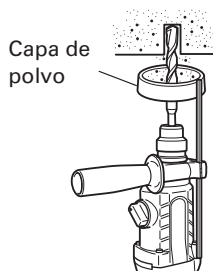
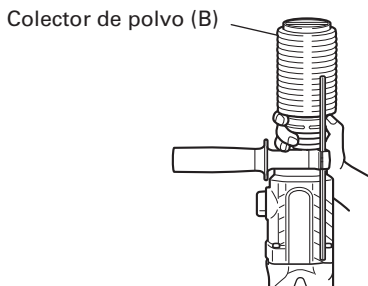

Fig. 4
Fig. 5
7. Cuando instale la copa de polvo o el colector de polvo (B) (Accesorios facultativos) (Fig. 4, Fig. 5)
Emplee la copa de polvo instalando la broca como se muestra en la Fig. 4.
- Instalación del colector de polvo (B)
Para emplear el colector de polvo (B), insértelo desde la punta de la broca alineándolo con la ranura de la empuñadura. (Fig. 5)